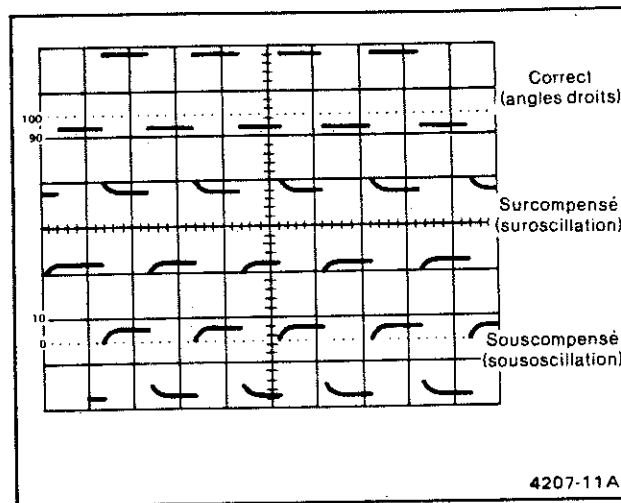

Figure 4-1. Compensation de la sonde.
7. Vérifier que le signal ne présente aucune surcompensation ou souscompensation (cf. Figure 4-1). Si nécessaire, effectuer le point 8 pour régler la compensation basse fréquence de la sonde. Sinon, passer directement au point 9.
8. Tourner le manchon sur la tête de la sonde pour dégager le condensateur de réglage compensation basse fréquence. A l'aide d'un instrument à faible réactance, régler la compensation basse fréquence de manière à obtenir un signal carré à angles droits (Figure 4.1).